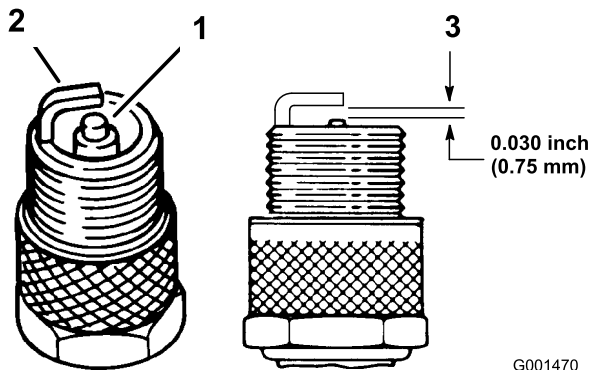

Figura 23
1. Controllate il centro delle candele (Figura 23). Se l'isolatore è di color marrone chiaro o grigio, il motore funziona correttamente. Una patina nera sull'isolatore significa in genere che il filtro dell'aria è sporco.
2. Controllate la distanza tra gli elettrodi centrale e laterale (Figura 23). Piegate l'elettrodo laterale (Figura 23) se la distanza non è corretta.
3. Collegate i cappellotti alle candele (Figura 23).